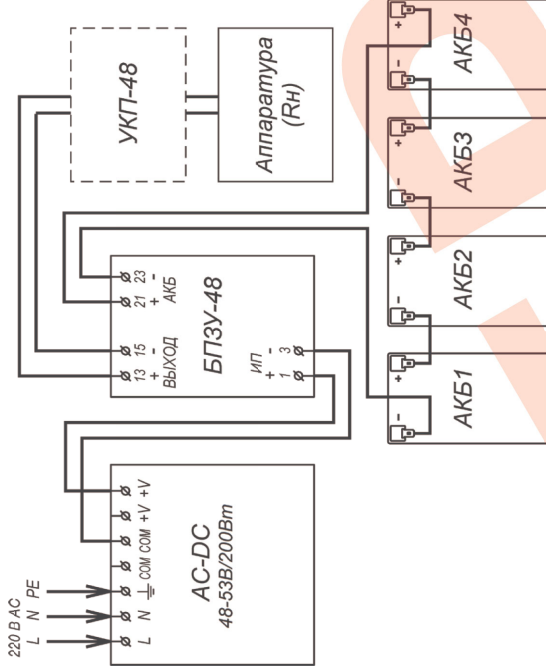
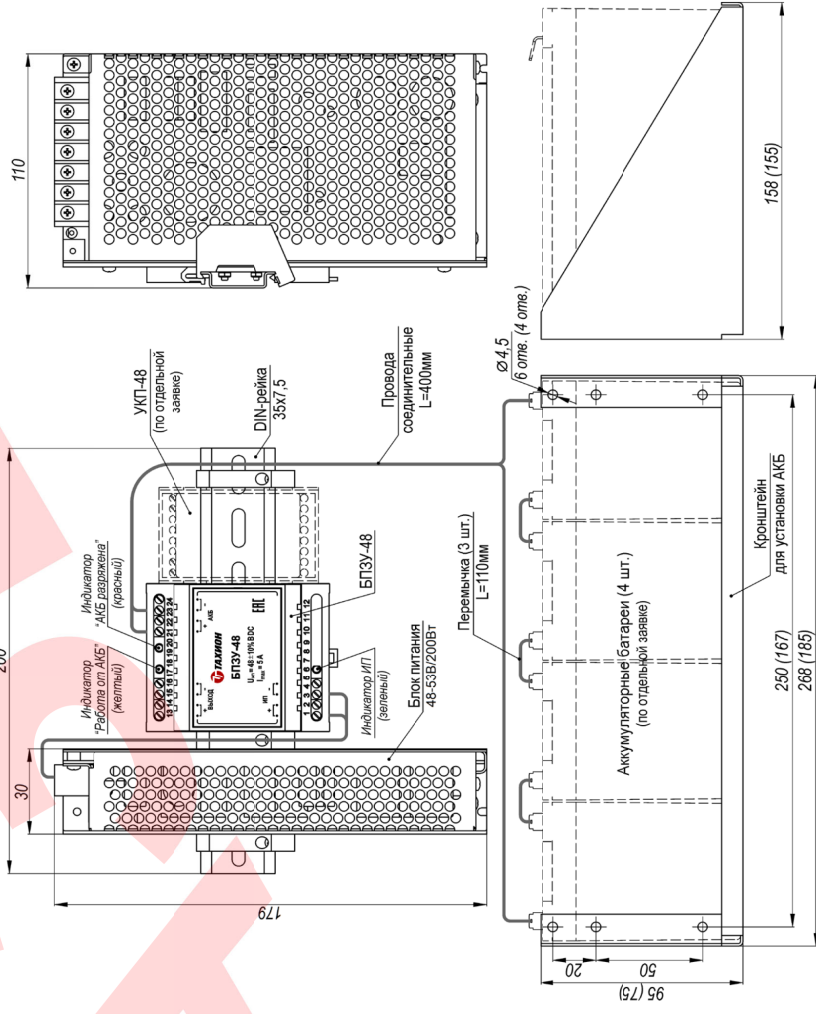

Рис.2 Схема электрическая принципиальная
Рис.1 Устройство, габаритные и установочные размеры (В скобках даны размеры на кронштейн для 4-х АКБ 2,2А·ч.)
Подключение цепей изделий производится в соответствии со схемой электрической принципиальной (рис.2). Для подключения необходимо:
2. Установить аккумуляторные батареи на кронштейн (см. рис.1) и подключить их проводными соединительными к контактам 21 (+) и 23 (-) БПЗУ-48, соблюдая полярность. Соединить аккумуляторы перемычками.
4. Подать трехпроводным кабелем напряжение питания 220В AC на соответствующие контакты блока питания, при этом фазный провод (L) соединить с контактом L, нулевой провод (N) с контактом N, а провод заземления соединить с контактом PE.
12. Габаритные размеры	см. рис.1
Устройство изделия приведено на рис.1, схема подключения на рис.2.